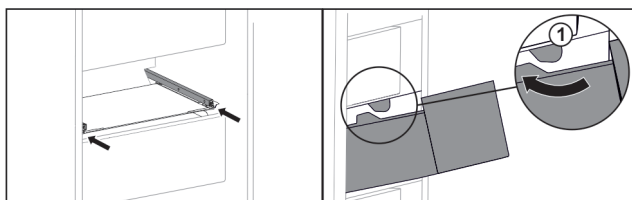

Fig. 47
- ▶ Veďte zásuvku podél zářezek Fig. 47 (1).